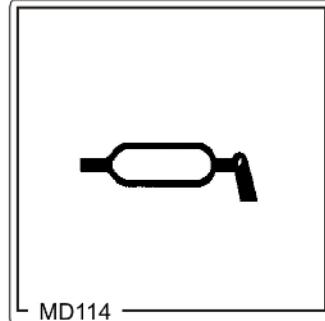

Рис. 100
- Закройте крышку корпуса (Рис. 100/1).